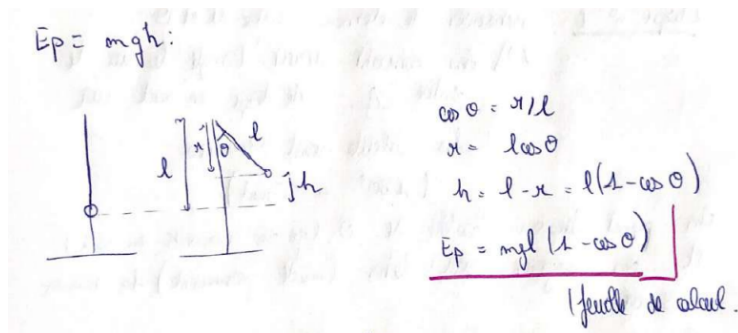

FIGURE 7
- Pendule : Tracer E_c , E_p et E_m en fonction du temps (complété avec une animation collorado). Tracer de $U=f(\theta)$ sur latispro. Attention on a une relation affine entre U et θ qu'on peut retrouver en prenant plusieurs angles et en voyant le U associé sur latispro. On trace $U=f(\theta)$ sur regressi et on retrouve a et b tel que $U=a \theta + b$. Pour tracer $E_c = 1/2 m (1 \frac{d\theta}{dt})^2$. Pour l' E_p voir figure 7.